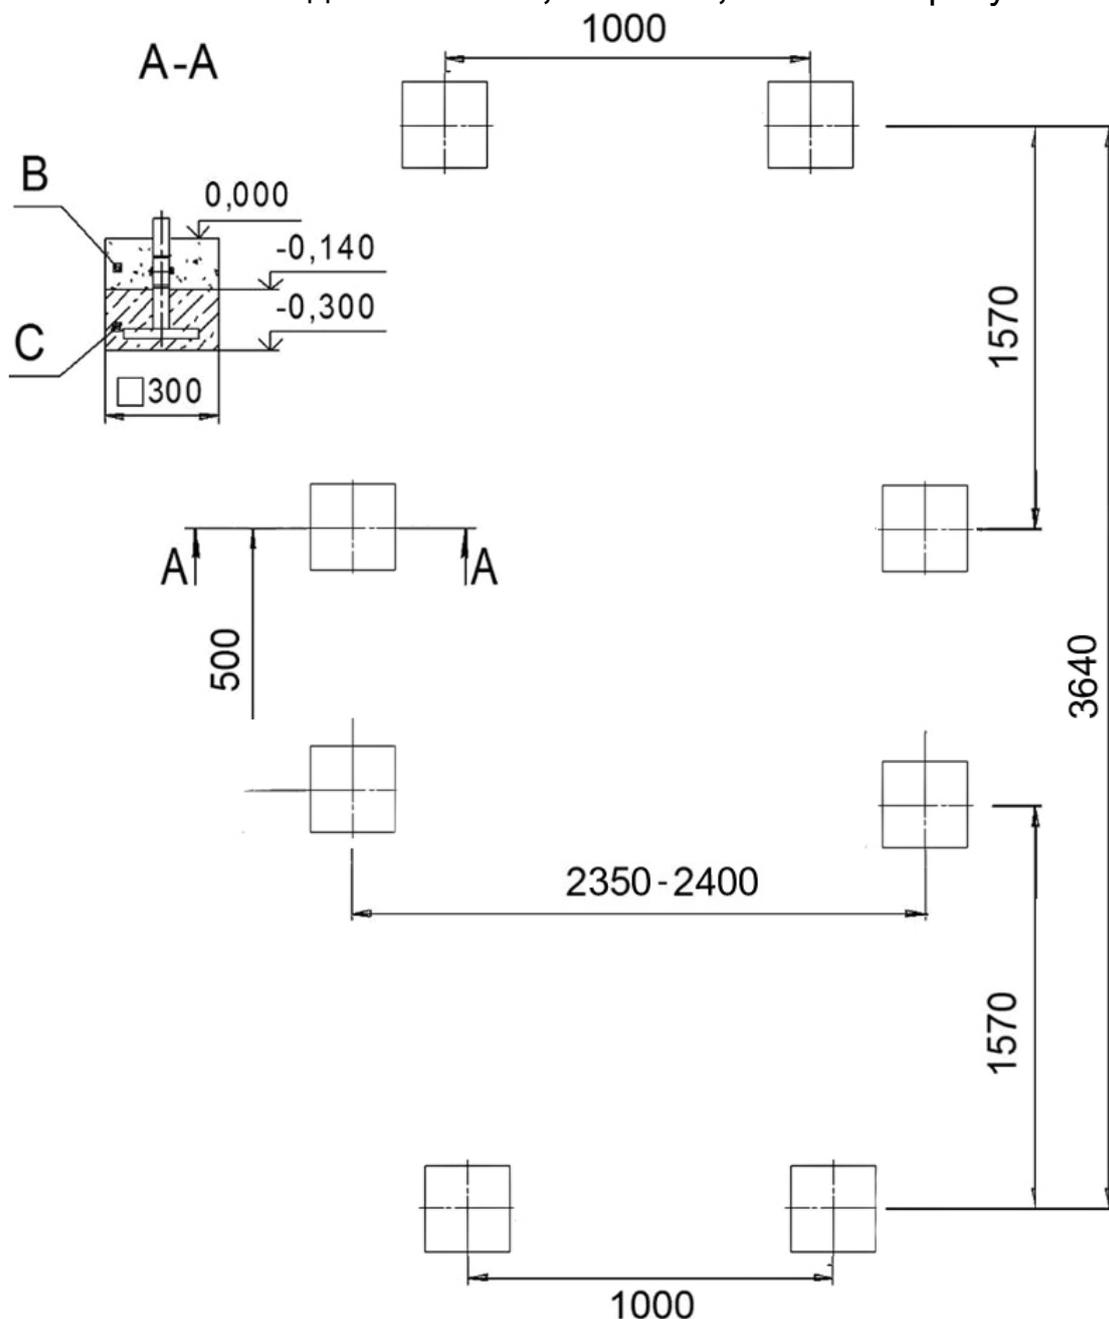

Рисунок 7
4.1. Схема модели **Chikara, Tenshi L, Tenshi XL** рисунок 7: